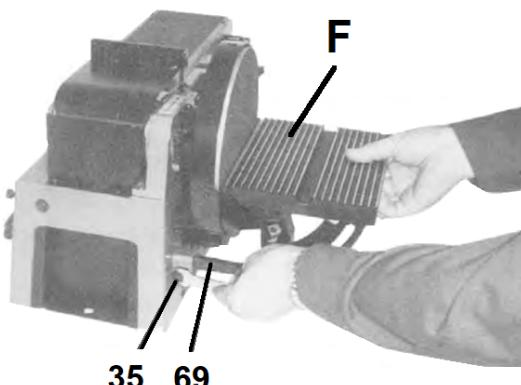

Figure 6-6: Montage de la table de travail
Mettez l'arbre (69, Fig. 6-6) dans le trou de la carcasse de la machine et fixez- le avec la vis (35). Positionnez la table (F) sur l'arbre et fixez-la également avec une vis.